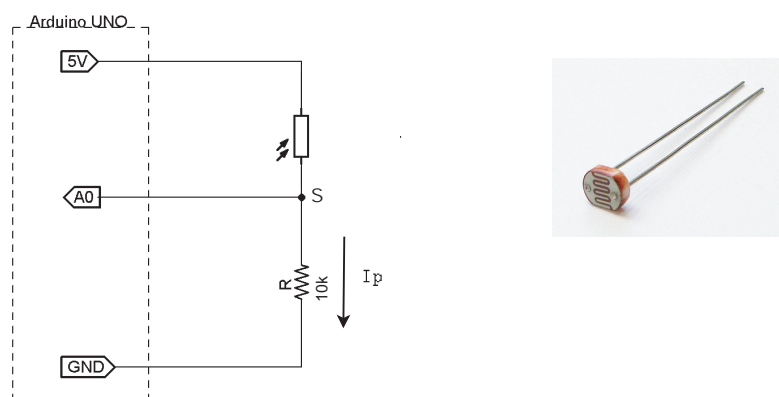

図 3.24: CdS 光センサ（右図）にあたる光の量で変化する電圧変化を Arduino で観測する回路図
- さらに，図 3.24 に示した回路上の光センサから得られる情報を時間-電圧（AD 変換した値）グラフとして可視化する．図では A0 ポートの電圧を観測しているが，A1 ポートから観測するものとする．